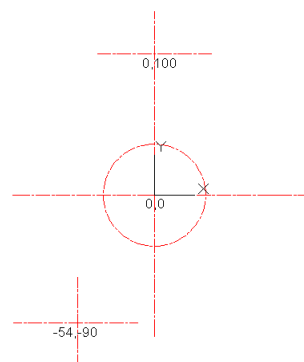

Рис.105
- б. Возвращаемся на вкладку *Главная* и на панели инструментов *Слой* щелкаем по кнопке раскрывающегося списка *Слой* и в качестве текущего устанавливаем *Осевой слой*. Выбираем команду *ОТРЕЗОК* и на запрос о начальной точке указываем $(0,0)$. Затем проводим взаимно перпендикулярные линии с центром в начале координат (рис.105). Проведем осевые линии через центры будущих окружностей, которые отстоят от начала $(0,0)$ на расстоянии $(0,100)$ и $(-54,-9)$. Построим еще одну осевую в виде окружности с радиусом $R=36$, с центром в начале координат.